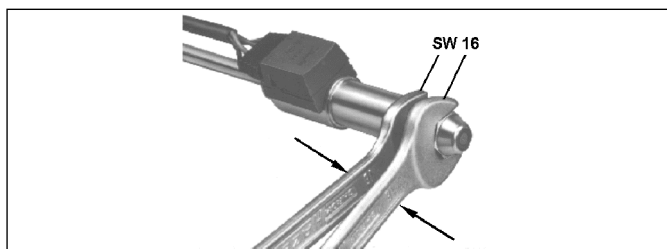

Abb. 3.11: Düse montieren mit SW 16
1. Zündelektrodenstecker (5) abziehen.
2. Gewindestift (2) lösen.
3. Stauscheibe (1) mit Zündelektrodenblock (4) nach oben abziehen.
4. Verschlussstopfen (Transportsicherung) aus der Gewindebohrung des Düsenstockvorwärmers (6) entfernen.
8. Öldüse einschrauben und mit zwei Gabelschlüsseln (SW 16) befestigen (s. Abb. 3.11).